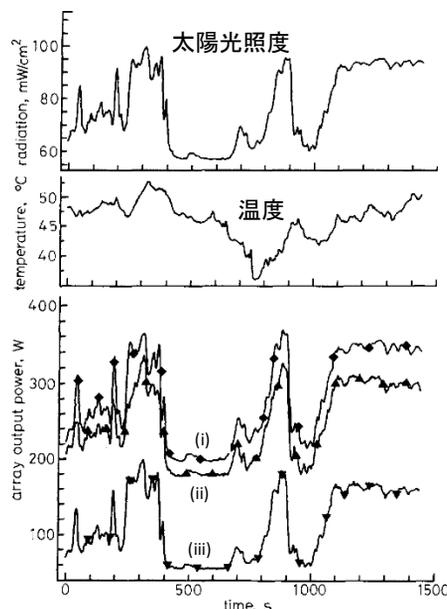

図2 最大電力追従増分コンダクタンス法による実証試験
- 最大電力追従増分コンダクタンス法は、P-V曲線の傾きが最大電力点でゼロになる特性を利用した制御法です。温度や雲量等の諸条件が変化しても、逐次最大電力点に達するまで動作電圧を調整して、出力する電力の効率を大幅に向上できることが明らかになりました(図2)。